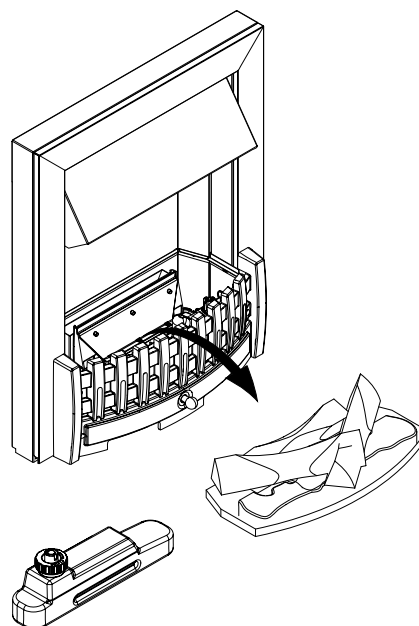

Fig.3
1. Lasciando l'effetto fiamma attivo, sollevare il piano del combustibile e il serbatoio dell'acqua (vedere Fig. 3).
2. Sollevare delicatamente il piano del combustibile e metterlo da parte facendo attenzione (vedere Fig. 3).
1. Premere l'interruttore "A" su **"OFF" (0)**.
2. Sollevare delicatamente il piano del combustibile e metterlo a terra facendo attenzione (vedere Fig. 3).